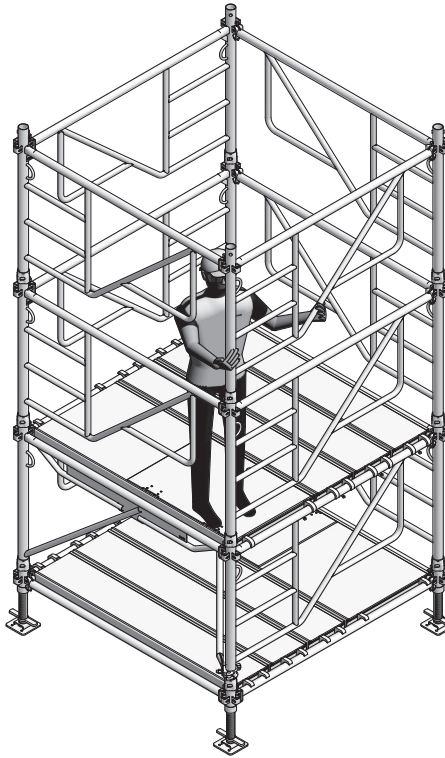

Abb. 12.1
14. Von den Gerüstbelägen der Ebene 1 aus die Rahmen 100 MT für Ebene 3 einbauen (Abb.12.1).